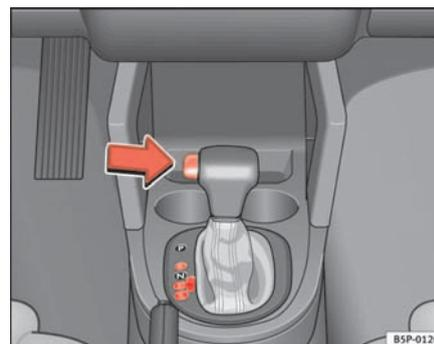

Fig. 136 Conduite
- Appuyez sur le bouton du pommeau (situé sur la partie gauche de celui-ci ⇒ fig. 136).